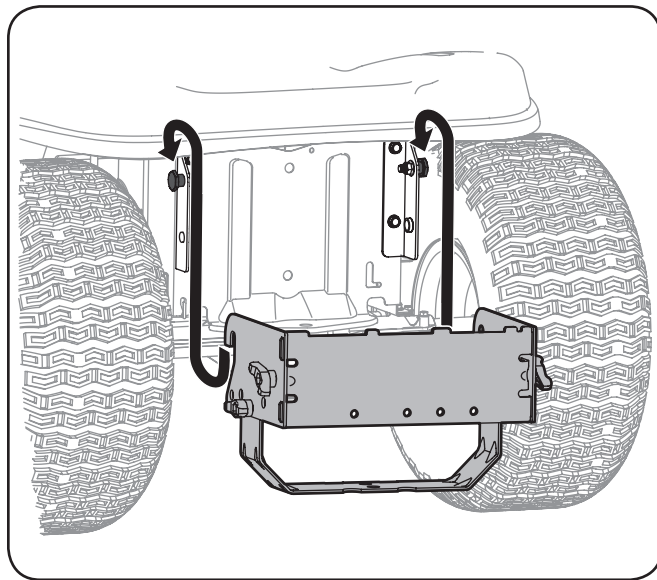

Figure 4-7
1. Placez les extrémités recourbées de la plaque de fixation sur les boulons à épaulement des supports installés auparavant sur le tracteur, comme le montre la Figure 4-7, et alignez l'orifice central du support de fixation de l'attelage avec l'orifice de l'attelage du tracteur.